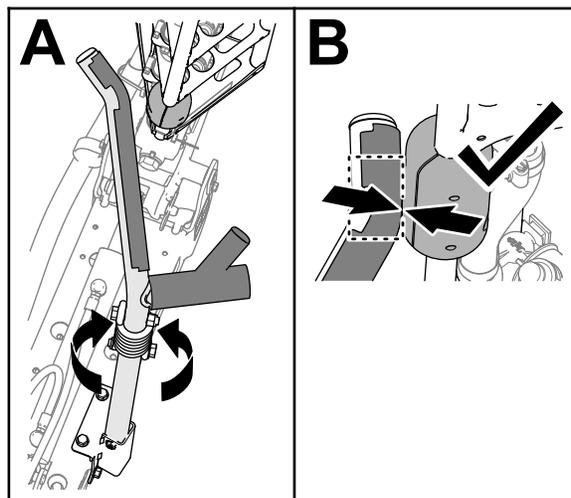

Рисунок 107
- Поворачивайте опору в сборе до тех пор, пока изгиб трубы опоры не совместится с подвижным блоком на верхней трубе наружной стрелы (Рисунок 107).
Примечание: Блоки должны касаться опоры в месте изгиба ее верхней трубы (Рисунок 107).